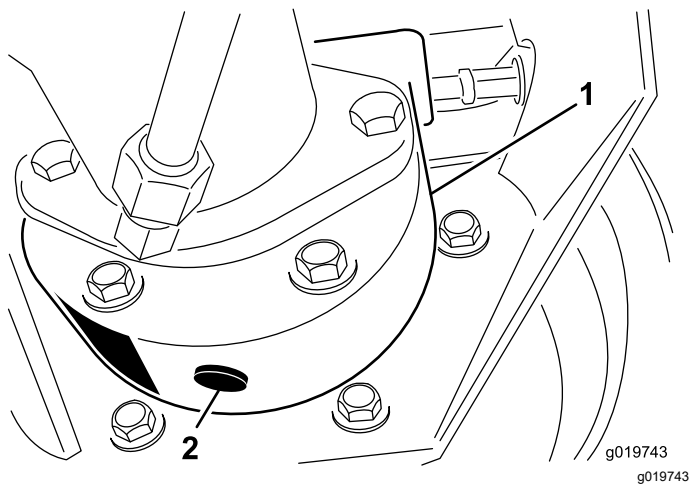

图 55
3. 将放油盘放在制动器箱下面取出排油塞让油排出 (图 55)。